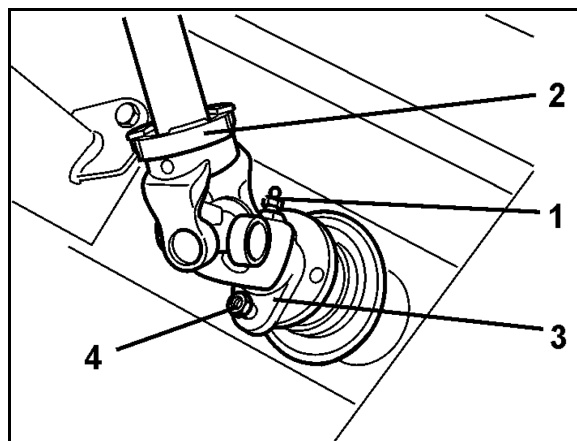

Рис. 95
2. Откройте заслонку дозатора с помощью регулировочного рычага (Рис. 95/1).
4. Передвиньте регулировочный рычаг по шкале (Рис. 95/3) до упора в сторону пальца.
5. Зафиксируйте регулировочный рычаг с помощью поворотной рукоятки (Рис. 95/2).
6. Отвинтите шестигранный болт (Рис. 95/6). Стрелку (Рис. 95/5) установите на значении шкалы "8" и зафиксируйте шестигранным болтом. Указатель стрелки (Рис. 95/4).